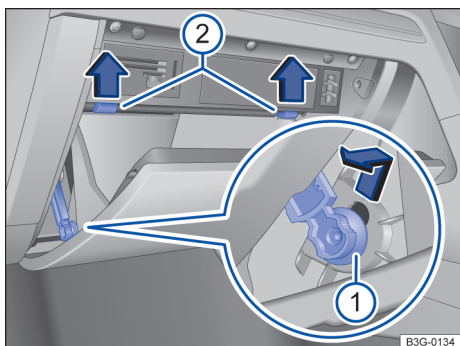

Fig. 224 Cobertura da caixa de fusíveis no painel de instrumentos: veículos com direção à direita, lado do passageiro dianteiro.
- Abrir e, se for o caso, esvaziar o porta-luvas → Fig. 224.
- Empurrar o elemento de freio para cima na abertura do suporte e retirar lateralmente → Fig. 224 ⓘ.
- Pressionar o pino de batente no sentido da seta para cima → Fig. 224 ⓘ.
- Para *instalar*: colocar o porta-objetos na posição. Inserir o elemento de freio na abertura do suporte e empurrar para cima até que se possa ouvir que encaixou. Pressionar o porta-objetos cuidadosamente para frente, além da resistência do pino de batente → Fig. 224 ⓘ.